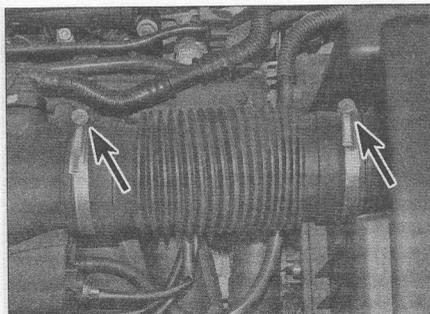

Рис. 12.2. Отпустите хомуты (отмечены стрелками) и снимите воздухопровод
- Отпустите хомуты и снимите воздухопровод, идущий от воздушного фильтра к корпусу дроссельной заслонки (рис. 12.2).